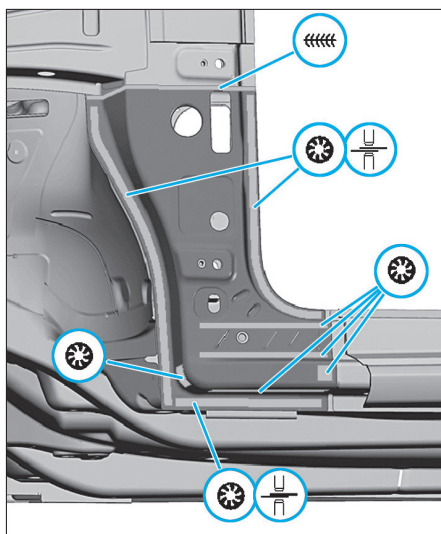
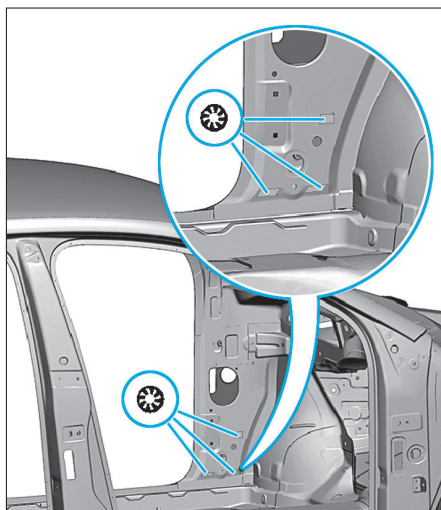

FIG. 38
FIG. 39
- Souder le renfort de montant A comme illustré (Fig.38) et (Fig.39).